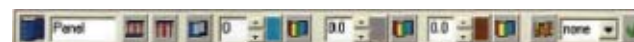

Рис. 24
- Панель инструментов представлена на рис. 24.